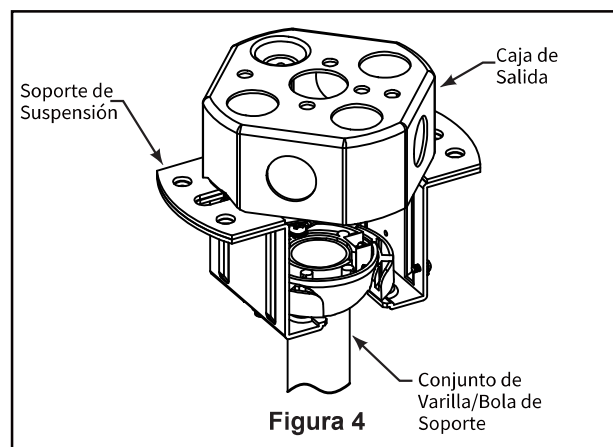

Figura 4
- Levante con cuidado el conjunto y apoye la bola de suspensión del conjunto de la varilla de bajada en el soporte de suspensión fijado a la caja de salida. Asegúrese de que la ranura de la bola de suspensión esté alineada con la solapa del soporte de suspensión. (Figura 4) Este ventilador está diseñado únicamente para las opciones de montaje estándar y en inclinación. Las opciones de montaje en armario y empotrado no están disponibles. Para techos inclinados, tenga en cuenta que el ángulo no puede ser superior a 20°.
- Tras realizar las conexiones, gire los cables hacia arriba e introdúzcalos con cuidado en la caja de salida, con los cables blanco y verde hacia un lado de la caja y los cables negros hacia el otro lado. (Figura 4)